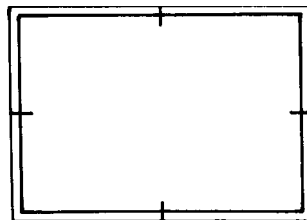

Figura 7 - Marcas de centro
**3.4.1** Nas folhas de formatos de série "A" devem ser executadas quatro marcas de centros. Estas marcas devem ser localizadas no final das duas linhas de simetria (horizontal e vertical) à folha (ver Figura 7).